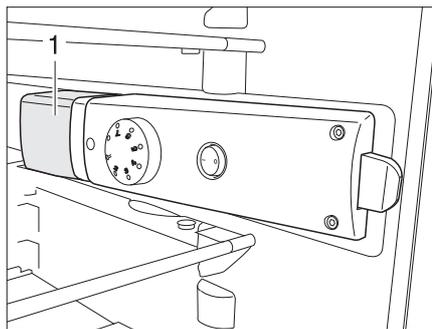

Bild 281 Kühlschrankleuchte
- Von hinten unter die Leuchtenabdeckung (Bild 281,1) fassen und Leuchtenabdeckung ca. 3 mm anheben.